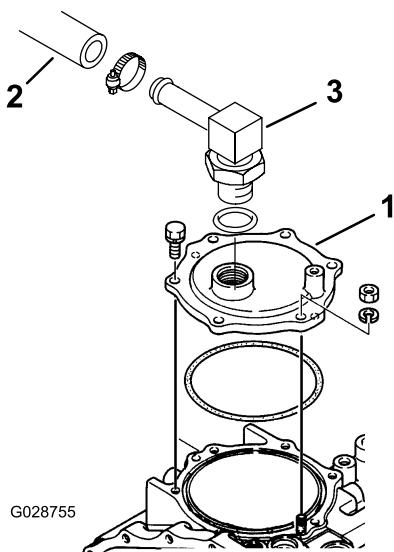

Figura 16
1. Scollegate il flessibile idraulico dal raccordo sulla piastra di copertura del transaxle (Figura 16).